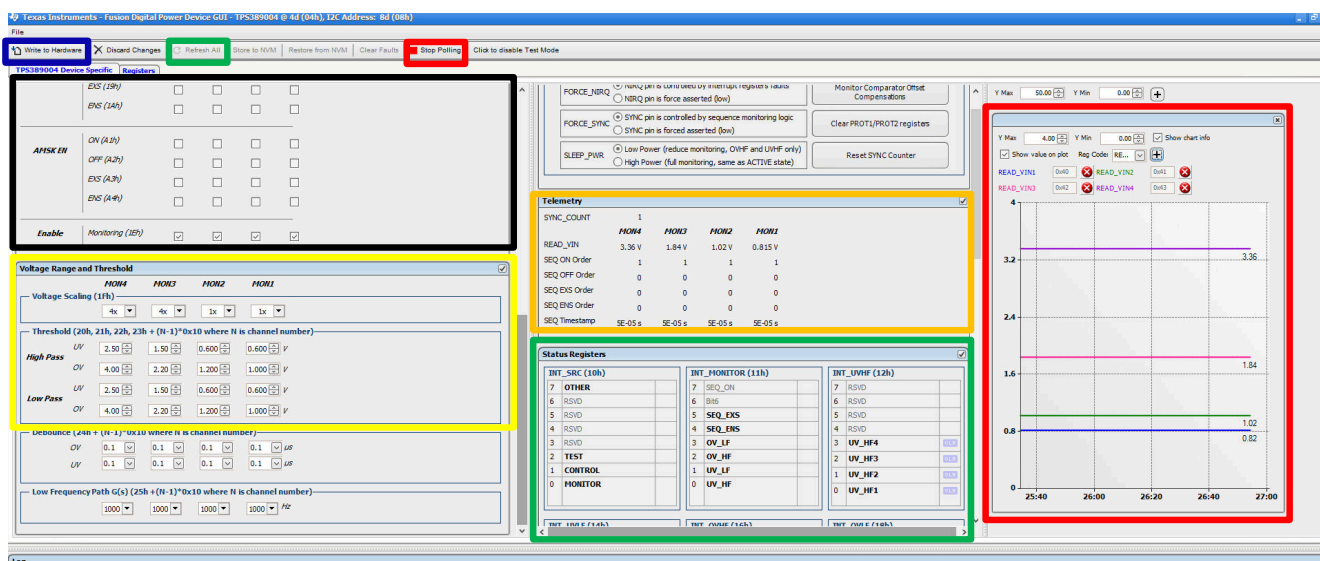

图 4-17. 用于监控四个电压电源轨的 TPS389006Q1EVM GUI 设置
9. 滚动到 *Interrupt Enable* 子窗口的底部，并通过点击空白框启用所有四个监控输入。下面图 4-17 中的 GUI 图像显示了在突出显示的“黑框”中选择的所有监控输入。
10. 在 *Voltage Range and Threshold* 子窗口中，输入监控输入的欠压 (UV) 和过压 (OV) 阈值。需要注意的一点是，任何高于 1.5V 的监控输入都需要在 *Voltage Scaling (1Fh)* 字段中选择 4x。下面以黄色框突出显示的 GUI 图像如上所述。
14. 第 8 至 13 步如下面的图 4-17 所示。